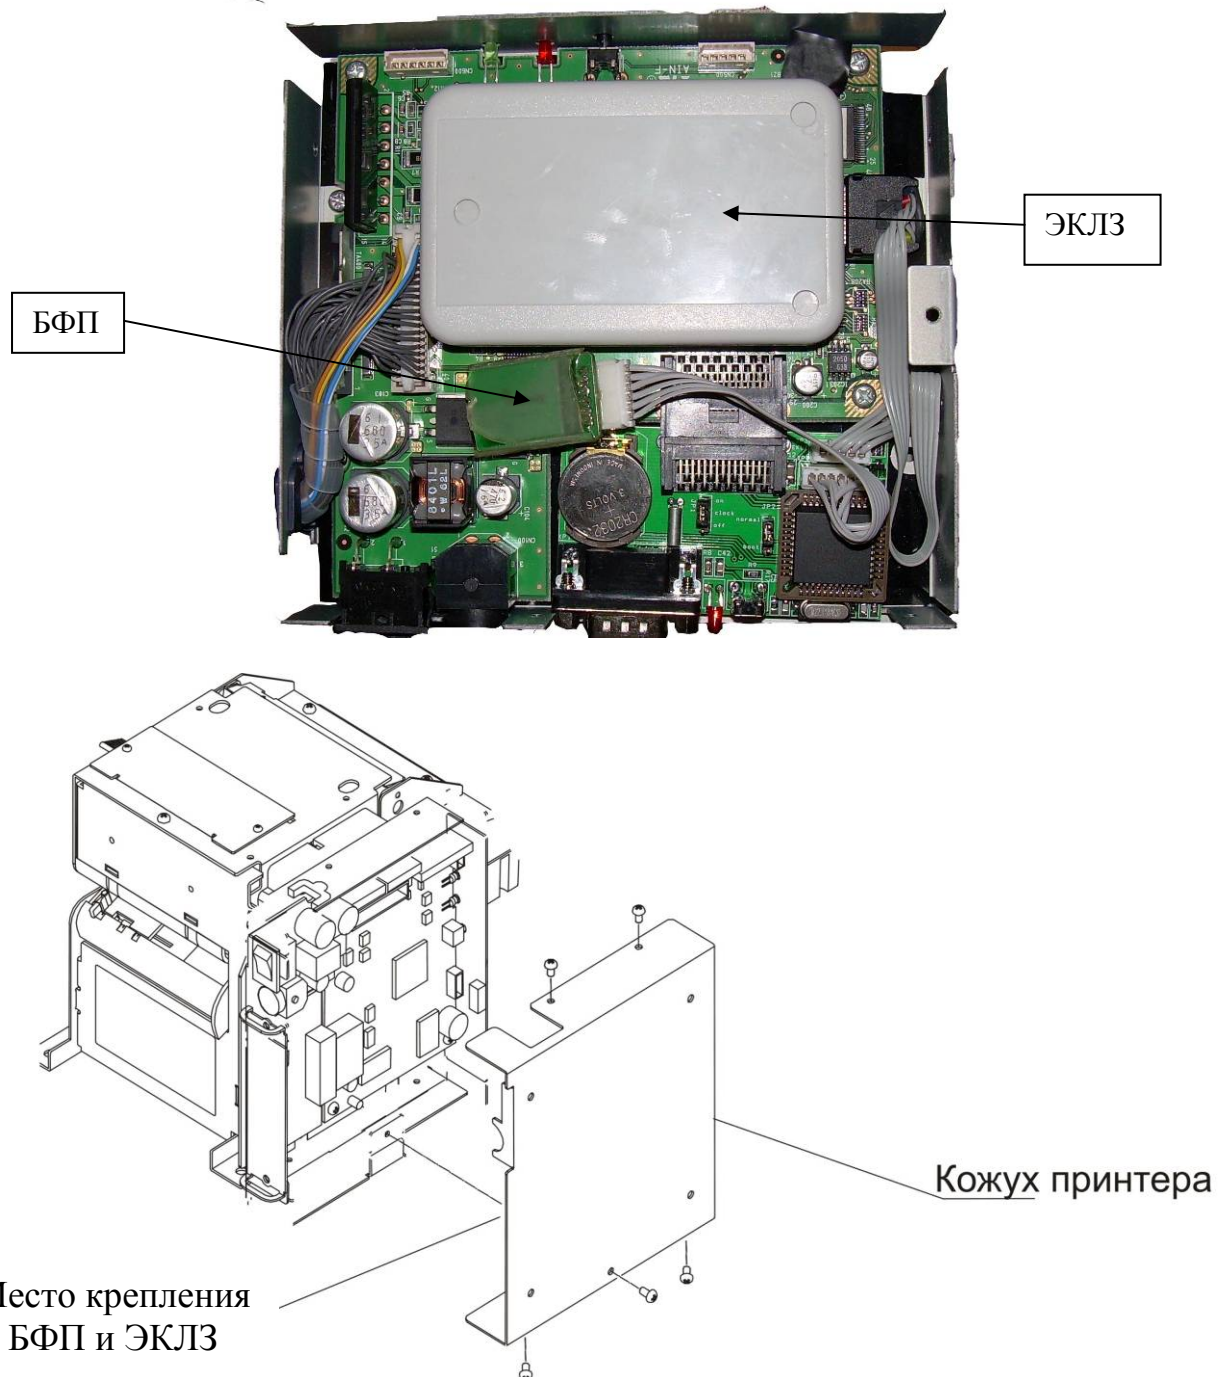

Рисунок 17 – Крепление ЭКЛЗ и БФП.
- 3.8. Установите ЭКЛЗ и БФП (см. рис. 17). Блок фискальной памяти и ЭКЛЗ закрепите на внутренней стороне крышки кожуха принтера.